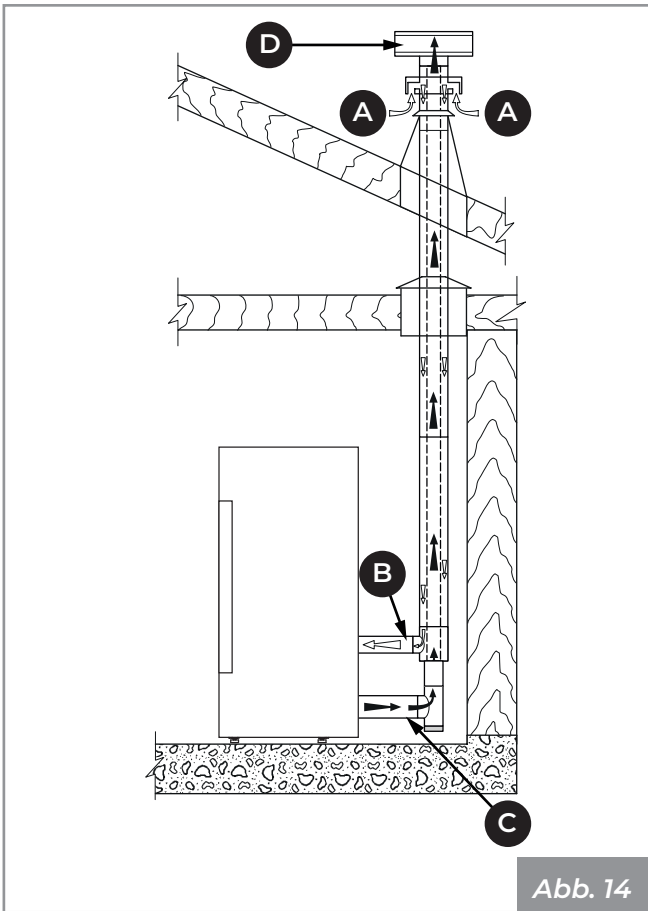
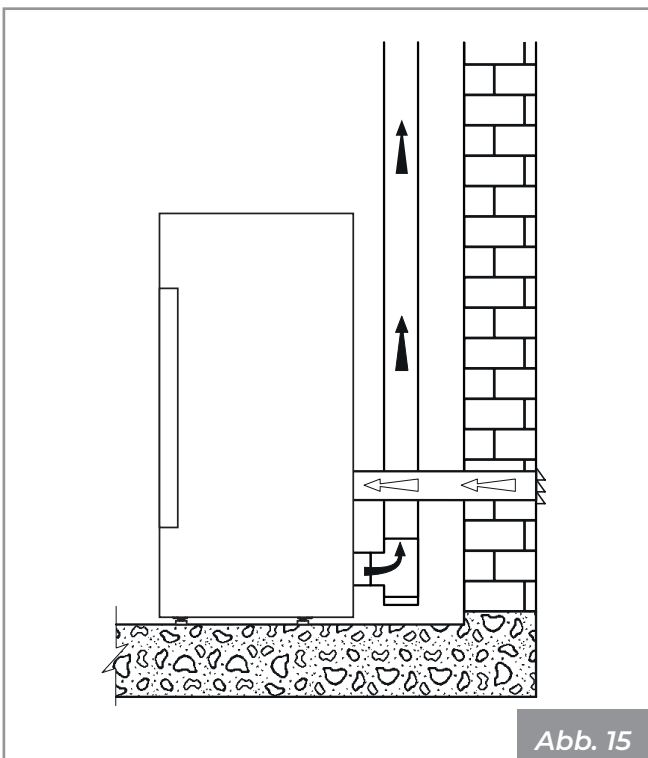

Abb. 14
Abb. 15
- direkt von außen mit direktem Anschluss an die Brennkammer kommend (**Abb. 14 - Abb. 15**).
- die Verbrennungsluft mit Hilfe eines coaxialen Abgasrohrs für die Abführung der Abgase und den Lufteinlass zu leiten (**Abb. 14 - A, B = Lufteinlass, C, D = Rauchgasauslass**); daher ist es nicht notwendig, einen klassischen Lufteinlass in den Raum vorzunehmen.
- den Verbrennungslufteinlass des Geräts mit einem geeigneten Kanal an den Lufteinlass anschließen (**Abb. 15**).